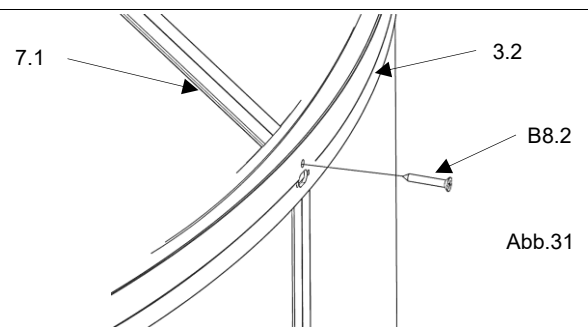

Abb.31
5. die Mittelsprosse (Dach) (7.1) wieder in den Ursprung positionieren und mit einer Linsenblechschaube (B8.2) sichern. (Abb.31)